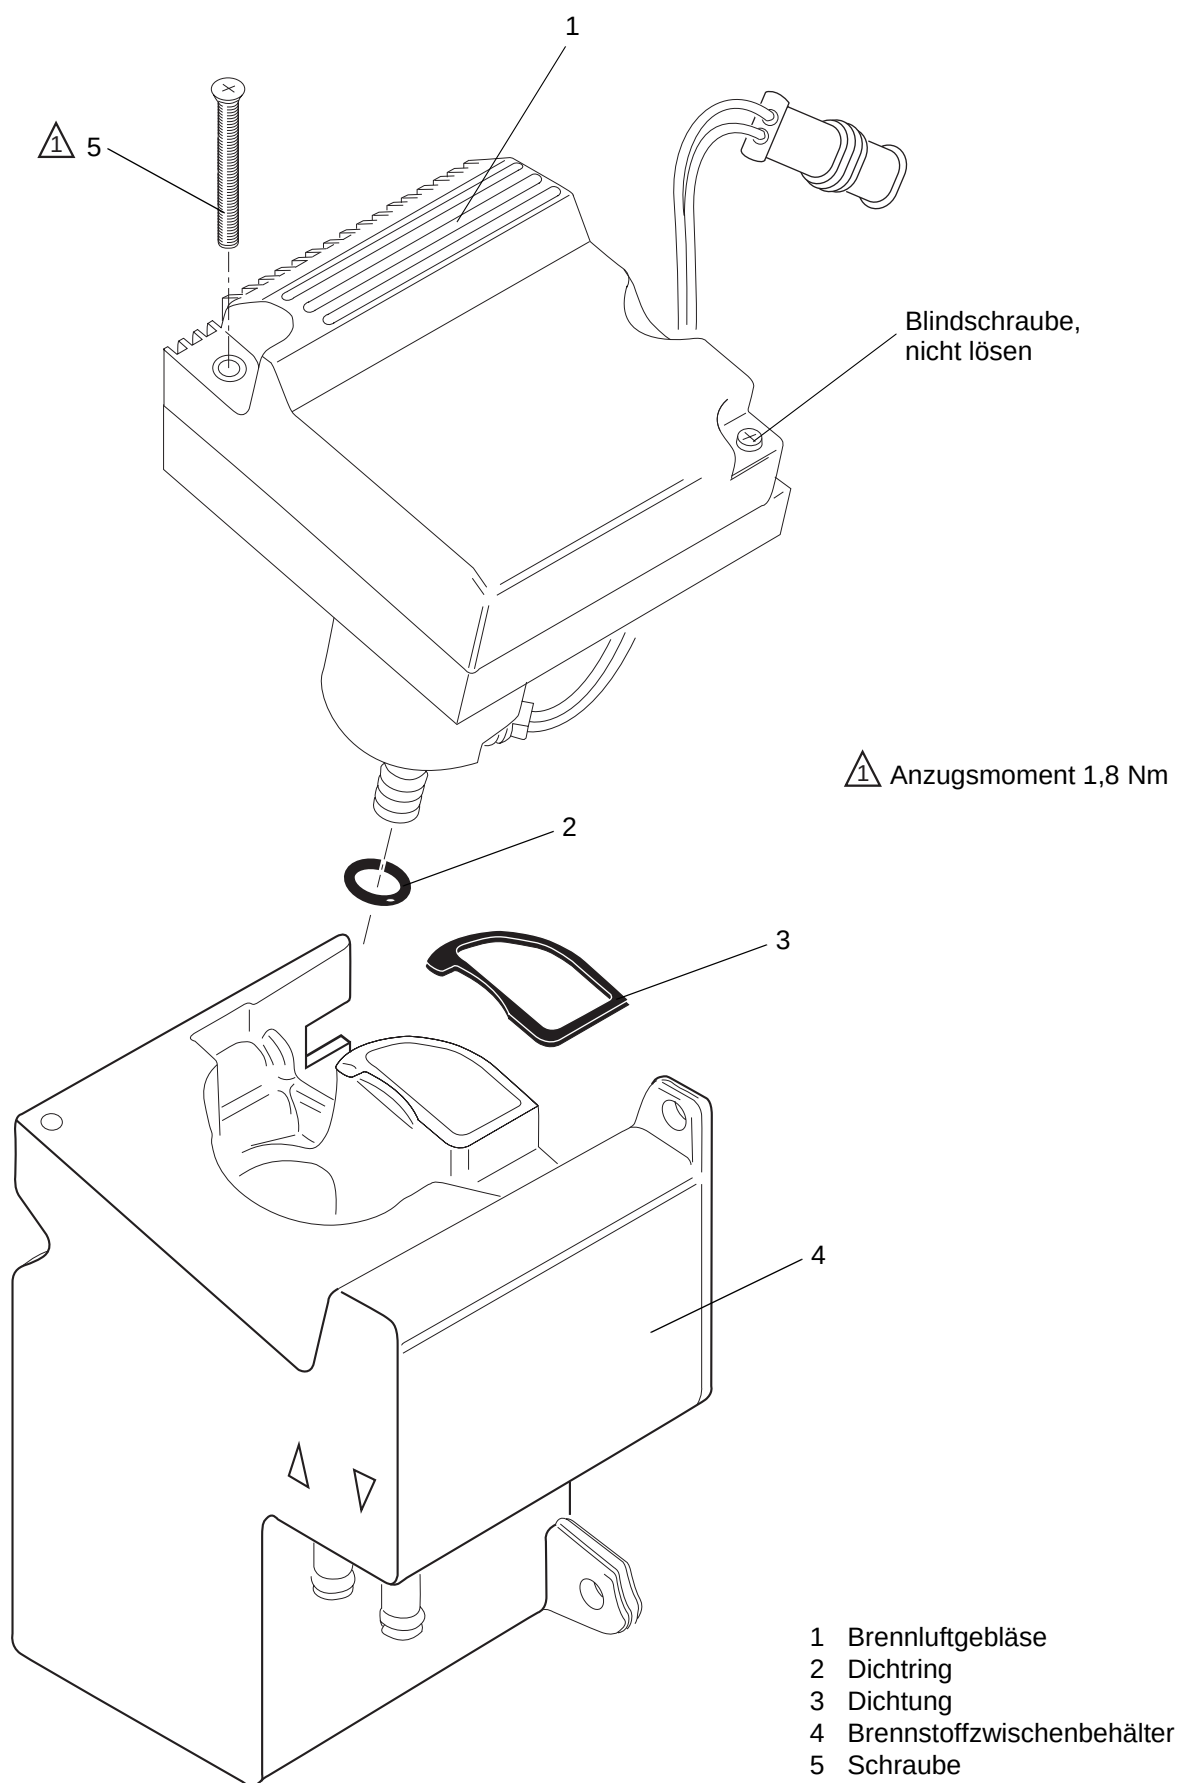

Abb. 905 Wechsel des Brennluftgebläses bzw. des Brennstoffzwischenbehälters
3. Schraube (5, Abb. 905) entfernen.
4. Brennluftgebläse (1) aus dem Einbauraum herausziehen und ggf. mit Dichtring (2), Dichtung (3) und Schraube (5) aussondern.
Beim Einbau eines neuen Brennluftgebläses sind grundsätzlich die Ersatzteile aus dem Ersatzteil-Kit zu verwenden. Die Abdichtung erfolgt mit einer neuen Dichtung (3, Abb. 905).
4. Schraube (5, Abb. 905) entfernen.
5. Brennluftgebläse (1) aus dem Einbauraum herausziehen. Ggf. Dichtung (3) entfernen.
6. Ggf. Brennstoffzwischenbehälter (4) aussondern.
Beim Einbau eines neuen Brennstoffzwischenbehälters sind grundsätzlich die Ersatzteile aus dem Ersatzteil-Kit zu verwenden. Die Abdichtung erfolgt mit einer neuen Dichtung (3, Abb. 905).